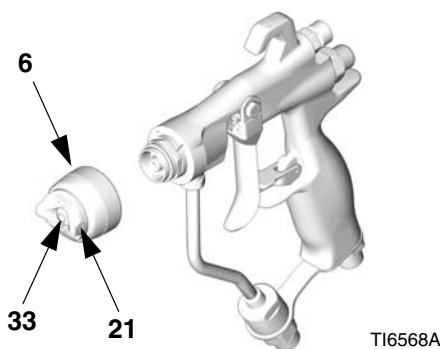

FIG. 35
2. Fjern lufthette mutteren (6), lufthetten (21) og dysen (33). Se FIG. 35.